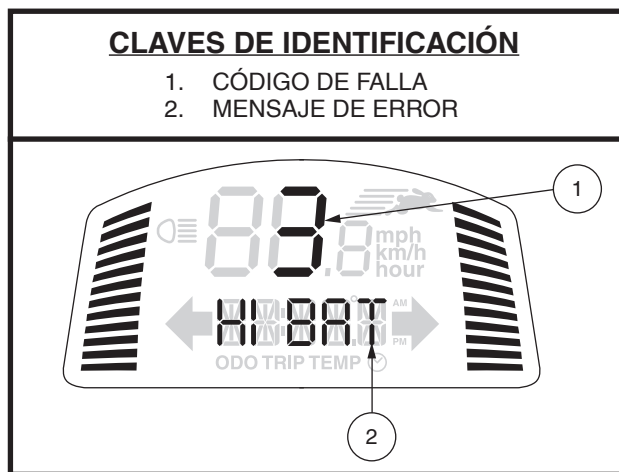

Figura 24. Visualización del código de falla
1. Se muestra un código de error de diagnóstico y un mensaje de error en la pantalla LCD (Ver la figura 24), **O**